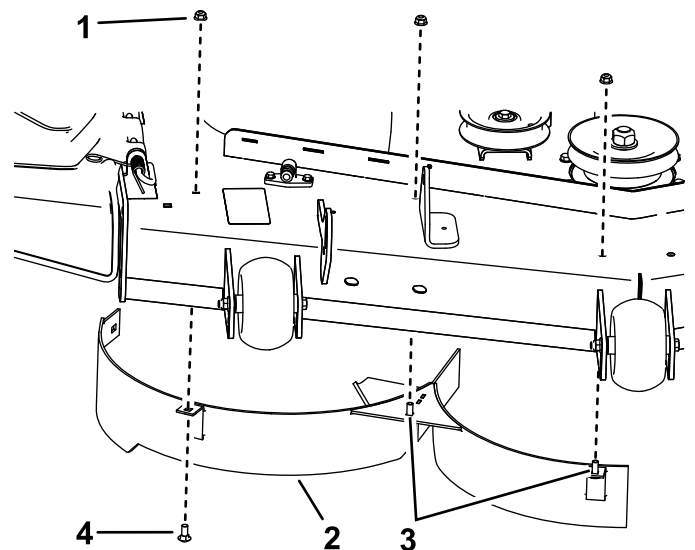

Figure 6
- Fixez le déflecteur droit à l'aide de 1 boulon de carrosserie (5/16" x 3/4") et de 3 écrous (5/16"), comme montré à la Figure 6. Serrez les fixations à la main.